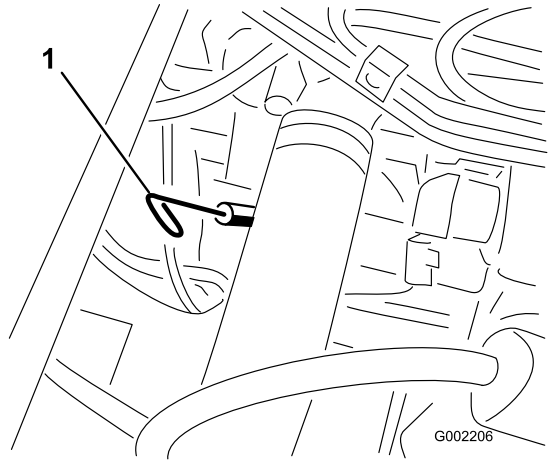

图18
2. 取出乘客座椅下面的量油尺、并用干净抹布擦拭 (图18)。